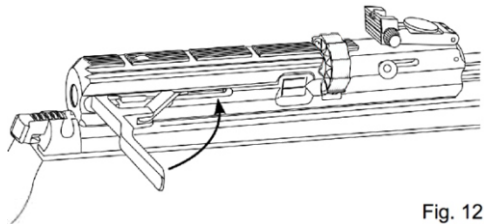

Fig. 12
5. Feche a alavanca de armar. (Fig. 12) **NÃO FECHÉ A ALAVANCA DE ARMAR ATÉ QUE VOCÊ ESTEJA PRONTO PARA DISPARAR. ASSEGURE-SE DE QUE A ALAVANCA DE ARMAR ESTEJA NA POSIÇÃO ANTES DE DISPARAR.**